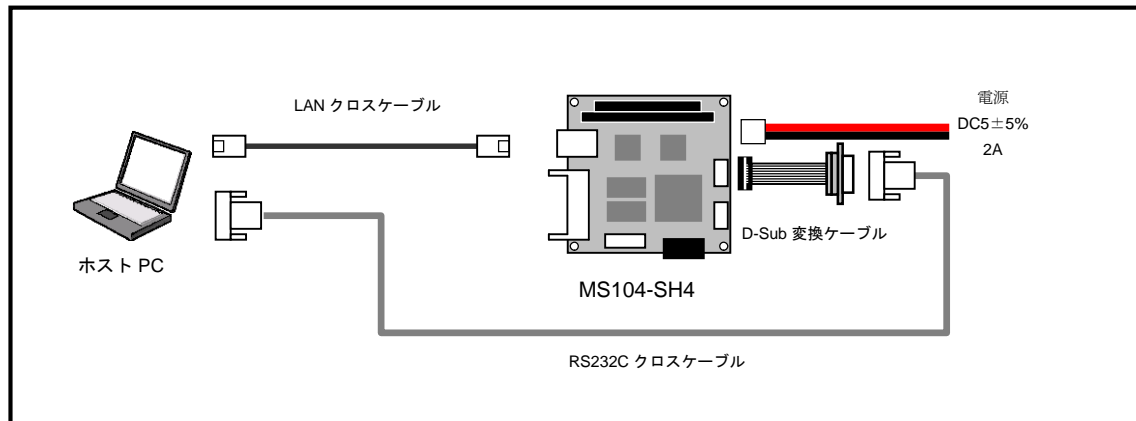

Fig 3.3-1 MS104-SH4 の接続
- ③ MS104-USB H/S と MS104-SH4 を「Fig 3.3-1 MS104-SH4 の接続」を参考に接続します。